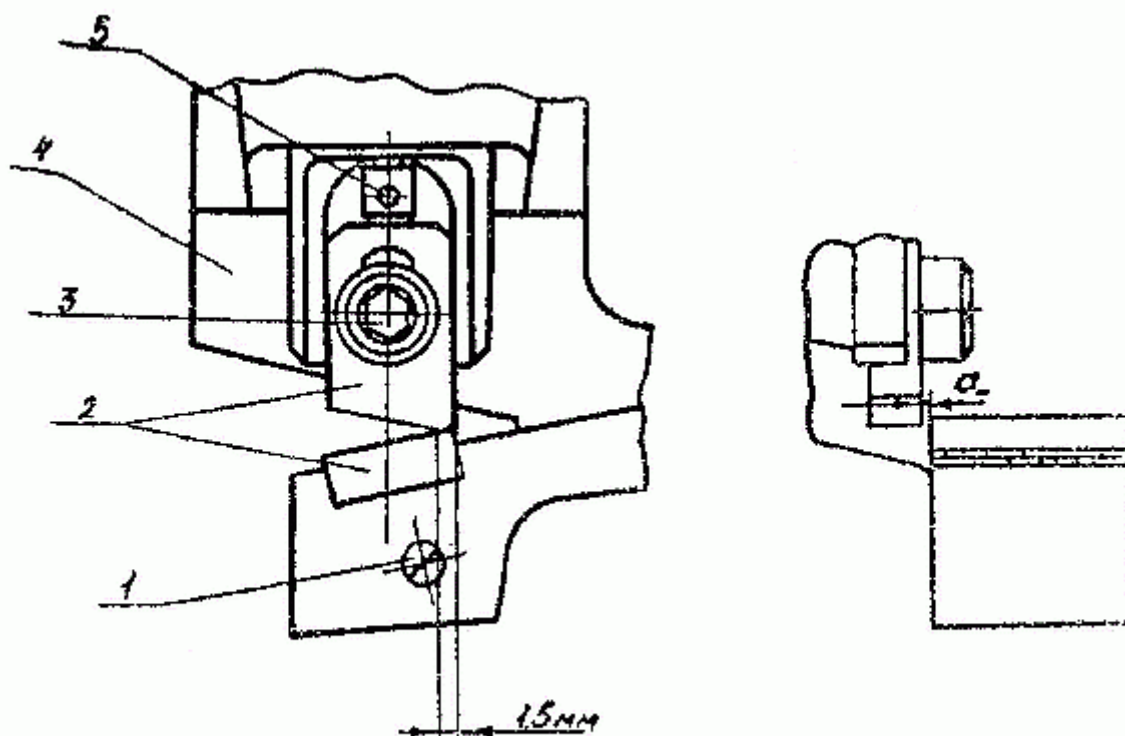

Рис. 3. Правильная установка ножей: 1, 5 — винты регулирующие; 2 — ножи; 3 — винт; 4 — держатель ножа.
- проверку захода ножей, который должен быть 1,5 мм при верхнем положении подвижного ножа (рис. 3);
Толщина разрезаемого металла, мм	«а» — зазор, мм (см. рис. 3)